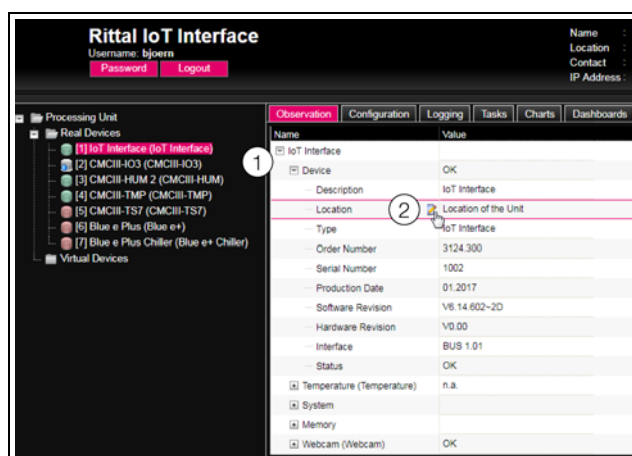

Рис. 23: Выбор отдельного параметра
- Разверните элементы "IoT-интерфейс" и "Device" нажатием на символ "плюс" перед именем элемента (рис. 23, поз. 1).
- Подведите курсор мыши к концу первого столбца в строке "Location" (рис. 23, поз. 2).